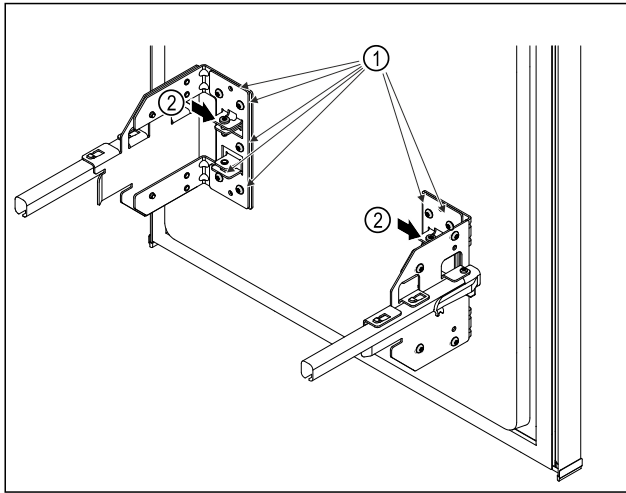

Fig. 8
- ▶ Lossa skruvarna Fig. 8 (1) något.
- ▶ Vrid skruvarna Fig. 8 (2) för att skjuta utdragsvagnen uppåt eller nedåt.
- ▶ Dra åt skruvarna Fig. 8 (1) till anslaget.